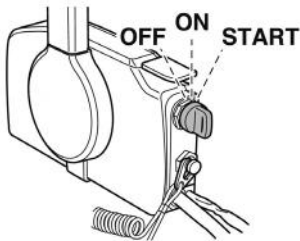

Рис. 29 Положения ключа зажигания
Система зажигания управляется ключом зажигания. Положения ключа зажигания показаны на Рис. 29.
7. Переведите ключ зажигания в положение ON (Рис. 29).
8. Переведите ключ зажигания в положение START (Рис. 29). Электрический стартер начнет проворачивать коленчатый вал двигателя.
9. Сразу после запуска двигателя отпустите ключ зажигания, он автоматически встанет в положение ON (Рис. 29).
1. Переведите ключ зажигания в положение OFF (Рис. 29). Двигатель должен остановиться.